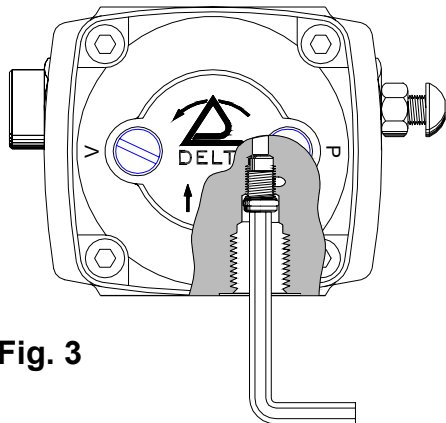

Fig. 3
- Placer le bouchon de dérivation dans le retour (fig. 3).
- Retirer le bouchon de dérivation du raccord de retour avec une clé Allen de 4 mm (fig. 3).